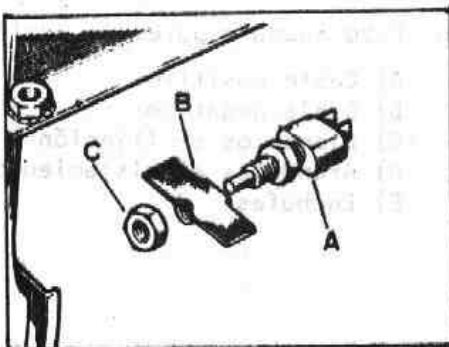

Fig. P-22 Interruptor mecánico de la luz de pare
- 1.2. Pisar el pedal del freno y retirar la tuerca ajustador, C (Fig. P-22) y extraer el interruptor, A, del soporte, B.